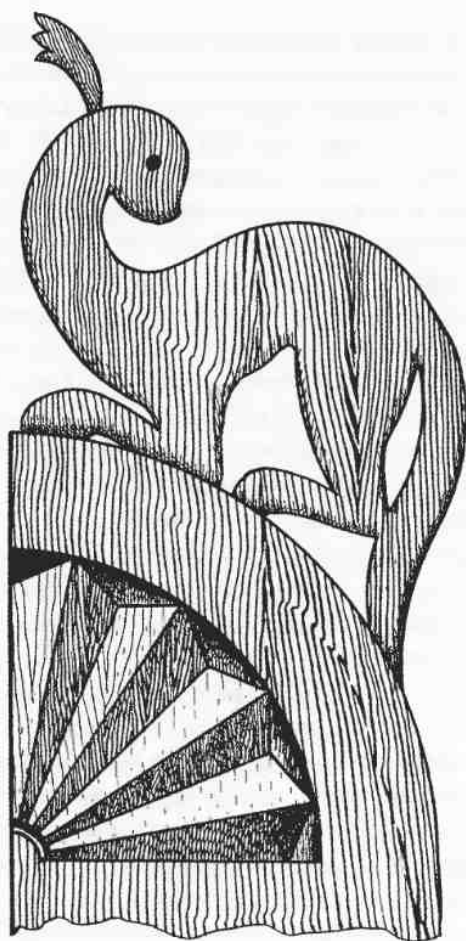

Рис. 285. Деталь орнамента рис. 283 для копирования и увеличения
**Орнамент.** Как мы уже упоминали, рисунок и размеры орнамента выполнены из расчета использования в нем четырех досок обычной ширины: две средние, вертикально расположенные, имеют ширину в 23 см, а две других — 25 см (рис. 285). Увеличение ширины крайних досок вызвано необходимостью дать запас в 7—8 см с целью образовать свободный гладкий конец орнамента внизу для крепления его между скатных досок охлупня. У вертикальных досок этот конец образуется за счет увеличения их длины на те же 7—8 см. Все остальные размеры орнамента будут определяться по увеличенному рисунку из книги. Для облегчения работы с увеличением на рисунке проведены две оси, от которых можно замерять координаты центров основных дуг построения и, увеличивая эти координаты, переносить их на чертеж выкройки, где надо провести такие же оси. Соответственно увеличивая и радиусы дуг, легко получить таким образом основу чертежа выкройки. Порядок построения показан цифрами. По отношению к осям можно замерять и любые другие размеры характерных точек или линий.